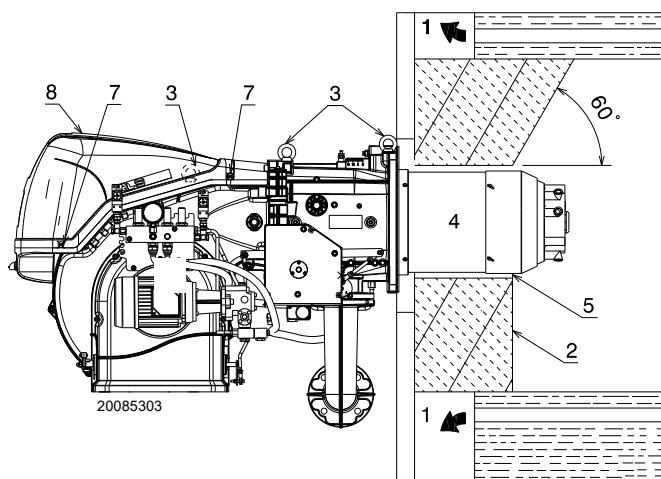

Abb. 14
Für Heizkessel mit vorderem Abgasumlauf 1) (Abb. 14) oder mit Flammenumkehrkammer muss eine Schutzschicht aus feuerfestem Material 5), zwischen feuerfestem Material des Kessels 2) und Flammrohr 4) ausgeführt werden.
Für Heizkessel mit wassergekühlter Frontseite ist die Verkleidung mit feuerfestem Material 2)-5)(Abb. 14) nicht notwendig, sofern nicht ausdrücklich vom Kesselhersteller erfordert.
Durch Einhängen an den Ringen 3)(Abb. 14) ein entsprechendes Hebelsystem vorbereiten.
- Den beige packten Hitzeschutz am Brennerrohr 4)(Abb. 14) einpassen.